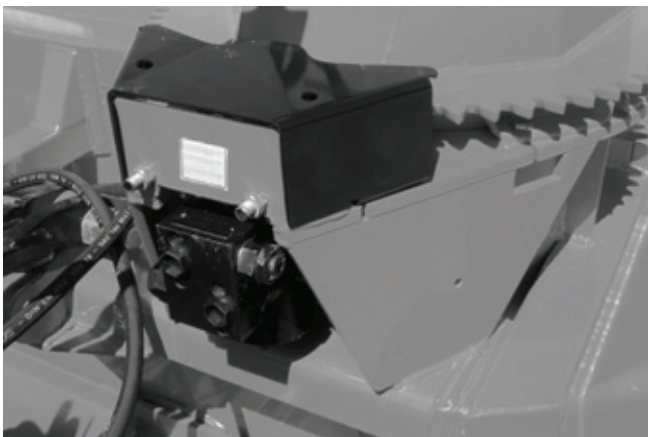

Figure 34
- 5) Boulonner le garde à sa place. Il est important d'utiliser la valve d'amortissement ajustée en usine à 1200 lb/po2 maximum (Fig. 34).